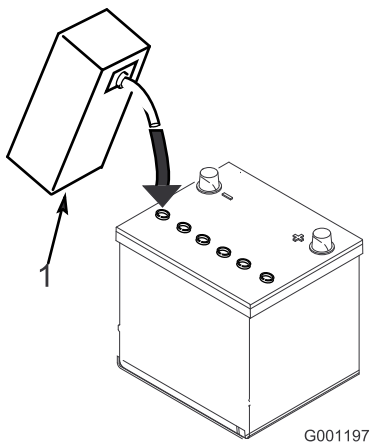

Bild 10
3. Füllen Sie vorsichtig in jede Zelle Elektrolyt ein, bis die Platten ungefähr mit 6 mm Flüssigkeit bedeckt sind (Bild 10).
4. Lassen Sie die Elektrolytflüssigkeit für 20 bis 30 Minuten in die Platten durchtränken. Füllen Sie nach Bedarf auf, um den Elektrolytfüllstand auf ungefähr 6 mm unter dem Einfüllstutzen anzuheben (Bild 10).